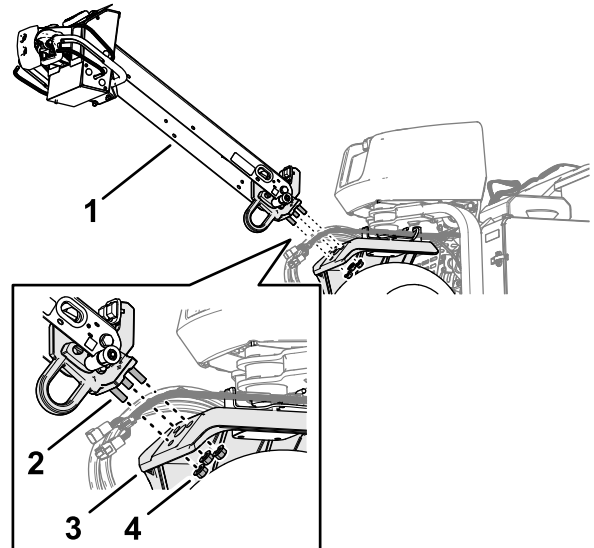

Bild 5
1. Stecken Sie die Bolzen am Ende des Lenkers in die Löcher im Lenkarm (**Bild 5**).